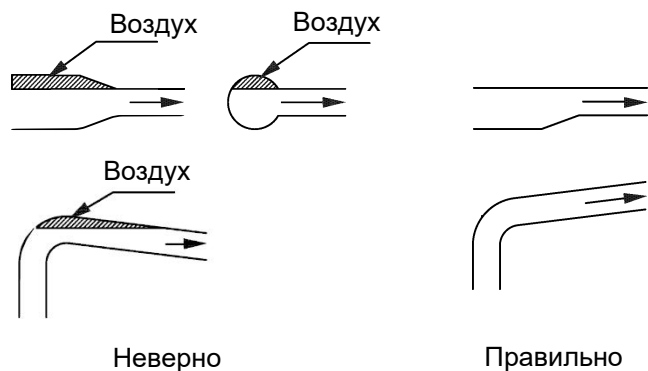

Рисунок 3
- Перед подключением насоса необходимо прочистить впускной трубопровод. Для защиты от возможных загрязнений трубопровода за 0,5-1 м перед входом в насос рекомендуется установить временный сетчатый фильтр (особенно в случае расхода менее 8 м3/ч). При монтаже впускного трубопровода следует предотвратить образование воздушных пробок уклоном и конфигурацией линии, см. рис. 3.